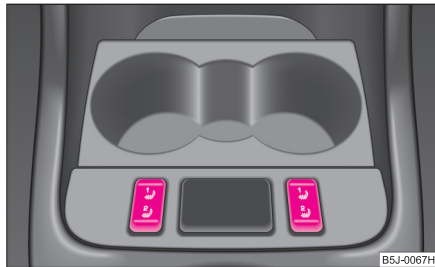

Fig. 52 Comutator basculant: Încălzirea scaunelor față
- Apăsând comutatorul basculant în poziția ① sau ②, porniți încălzirea scaunelor din față pe 25 % sau 100 % din capacitatea totală ⇒ fig. 52.